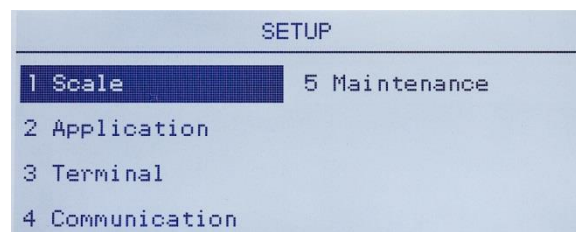

Abbildung 3-15: Setup-Menü – Zurücksetzen
1. Drücken Sie auf die MENÜ-Taste, und wählen Sie das Setup-Symbol . In Abbildung 3-15 ist die erste Seite des Setup-Menüs dargestellt, wobei die fünf Hauptzweige angezeigt sind.